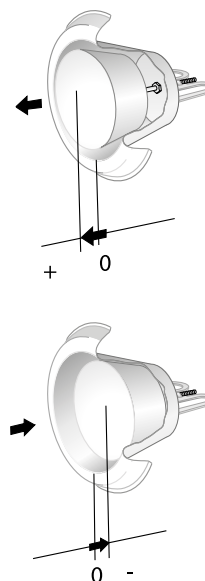

Рисунок 2. Настройка
Наладка может производиться также по расходу воздуха с использованием соответствующих измерительных приборов. См. рис. 2 и 3.
- Уровень шума дается в дБ(A) для продуктов в помещениях и относится к помещениям с эквивалентной 10 м² площадью звукопоглощения.
- Коэффициент корректировки $K_{ок}$ действителен для нулевой точки конуса, см. рис.2.